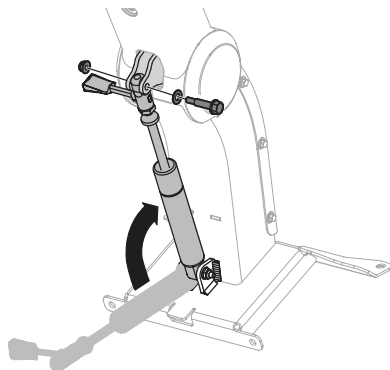

Figura 8
4. Mientras sostiene la columna del volante en posición elevada, utilice la otra mano para elevar el cilindro de cierre basculante, alineando los agujeros en la parte superior del cilindro con los agujeros en las placas de montaje del cilindro en la parte inferior de la columna del volante (Figura 8 en la página 42).
- Trabajando de derecha a izquierda, instale la arandela plana y el tornillo con reborde a través de los agujeros alineados en el paso 4 y asegúrelos con las tuercas de seguridad con brida hexagonal. Ajuste los tornillos con reborde a 120-144 pulgadas-libras (14-16 N-m) (Figura 8).